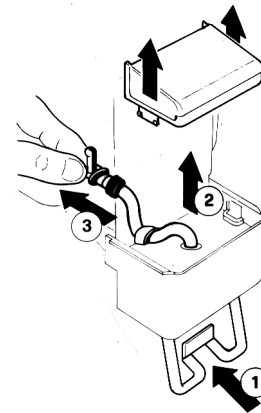

figura 9
1 - Desenganchar y levantar la cobertura grifo. Empujar la palanca mando grifo (1) y sacar el tubo goma de salida desde su situación vertical (2) en el cuerpo del grifo, y horizontal (3) desde el fondo del contenedor (ver figura 9).